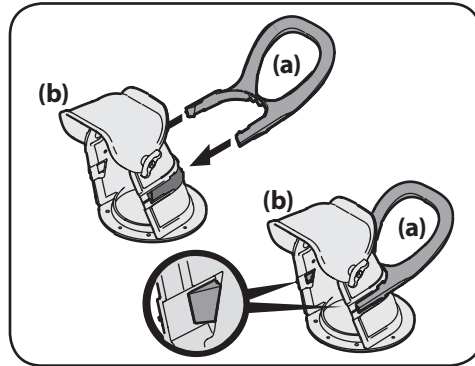

Figura 2-6
1. Coloque la manija del canal (a) en el canal (b), según lo que se muestra en la Figura 2-6. Asegúrese de que la manija esté alineada en el canal y que las lengüetas calcen en su lugar.